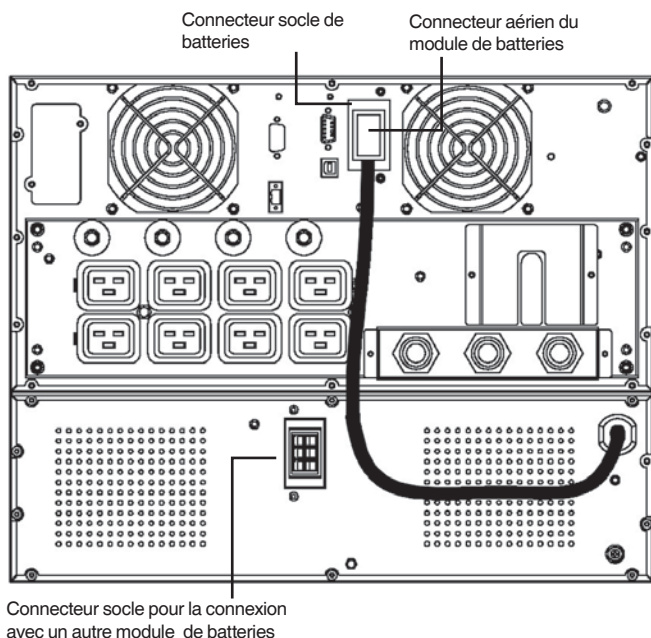

Fig. 11. Connexion du module de batteries dans des équipements de 8 et 10 kVA.
Dans les modèles de 8 à 10 kVA, la connexion avec les modules de batteries pour des autonomies étendues, est réalisée au moyen d'un connecteur placé sur la face postérieure de l'équipement (voir figure 11).
- Pour les ONDULEURS de 8 et 10 kVA avec le module de batteries, réalisez les suivants pas après d'avoir lue la section 4.3.4 (voir figure 11) :
- Concernant les connexions de l'ONDULEUR avec le module de batteries dans des modèles de 8 et 19 kVA, réalisez les suivants pas après d'avoir lue la section 4.3.4 (voir figure 11) :